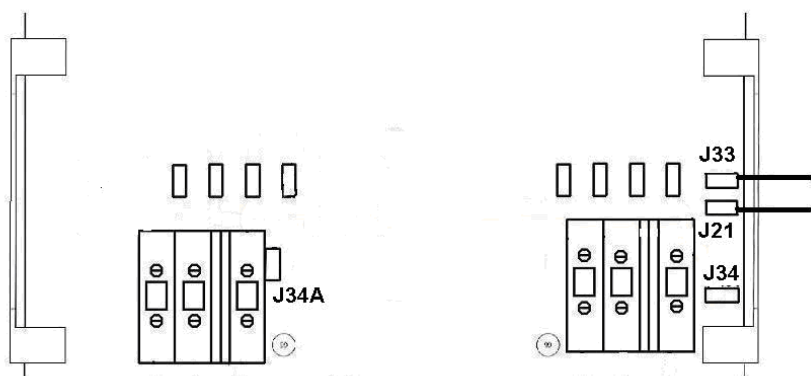

Figure 5 : mise à la terre du neutre de sortie
2.4 Mise à la terre du neutre de sortie (figure 5)
Un dispositif différentiel résiduel (RCD) ou un disjoncteur de sécurité différentiel (GFCI) doit être installé sur le câble de sortie du transformateur d'isolement. Pour que ce RCD fonctionne correctement, le neutre de sortie doit être raccordé à la terre (= toutes les parties métalliques du bateau). Pour ce faire, il suffit de placer un cavalier sur les connecteurs-poussoirs mâles J21 et J33 (voir la figure 5) et de mettre à la terre le boîtier du transformateur d'isolement.